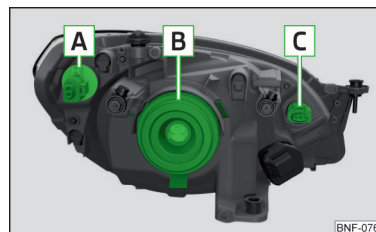
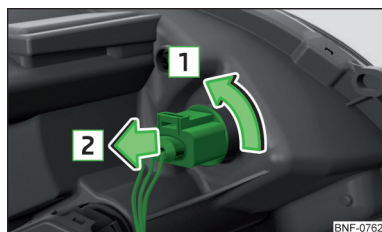
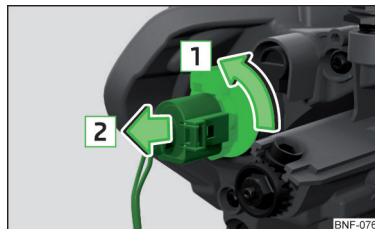

Fig. 140
Fig. 142 Udskiftning af pære til dagskørelys og positionslys
Fig. 143 Udskiftning af pære til blinklys foran
**Placering af pærer » Fig. 140**
- Drej fatningen med pæren **C** » Fig. 140 på side 135 helt i pilens retning **1** » Fig. 142.
- Drej fatningen med pæren **A** » Fig. 140 på side 135 helt i pilens retning **1** » Fig. 143.